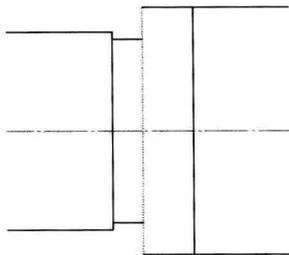
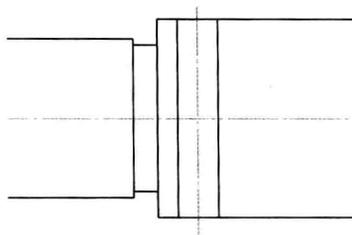
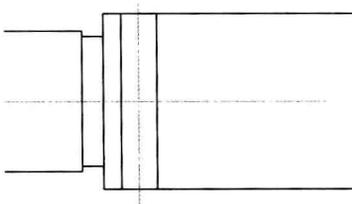

图1-17 平行线
图1-18 双向平行线
图1-19 中心线完成
⑨ 单击工具栏上  “平行线”按钮，拾取图示直线，命令行输入距离“5”完成，如图1-17所示，再次使用平行线，立即菜单1: [偏移方式] 2: [双向]，拾取图示直线，命令行输入“2.5”完成，如图1-18所示，删除中间线，单击两边直线，生成中心线，如图1-19所示。